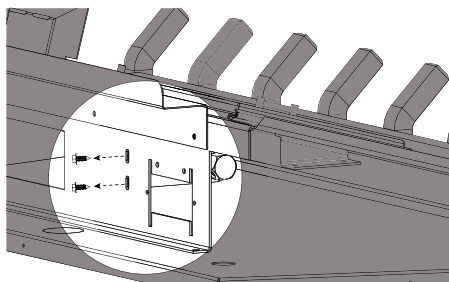

FIG. 2: Vue de Côté/Arrière de l'Assemblage de Soupape
- ☐ 3. Retirez les deux vis qui fixent le support d'orifice en place (**Fig. 2**).